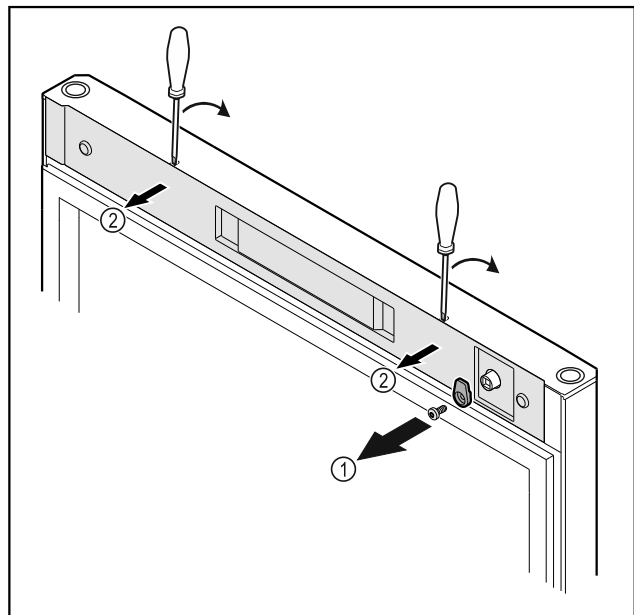

Fig. 6
- Svitare i ganci di chiusura Fig. 6 (1).
- Disinnestare la copertura Fig. 6 (2) con l'ausilio di un piccolo cacciavite e rimuoverla.